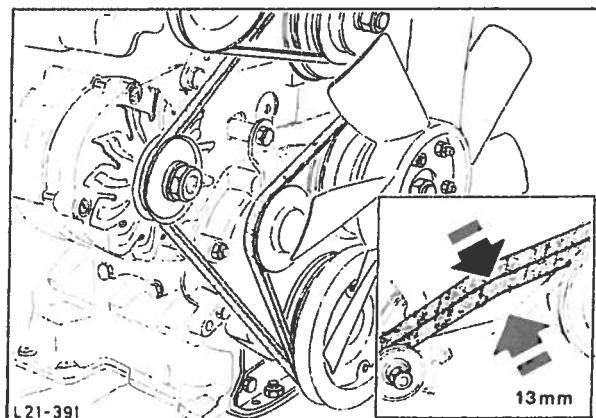

Fig. 97 Tilstramming av vekselstrømsdynamoens drivrem.
10. Monter og juster vekselstrømsdynamoens vifterem. Skru på vifteremmens spennhjul. Monter og juster remmen, fig. 97.